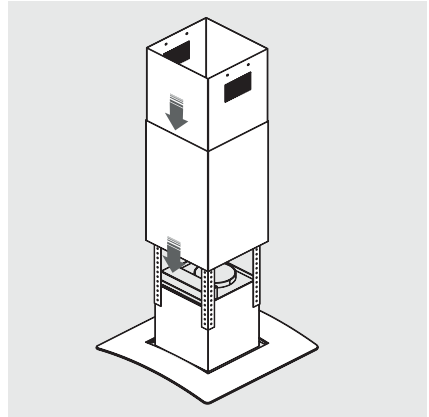

Figura 11.
8. Retire la película protectora de los cubreductos. Inserte con cuidado el cubreductos superior dentro del inferior y luego instale el conjunto en el cuerpo de la campana extractora. (Ver Figura 11).